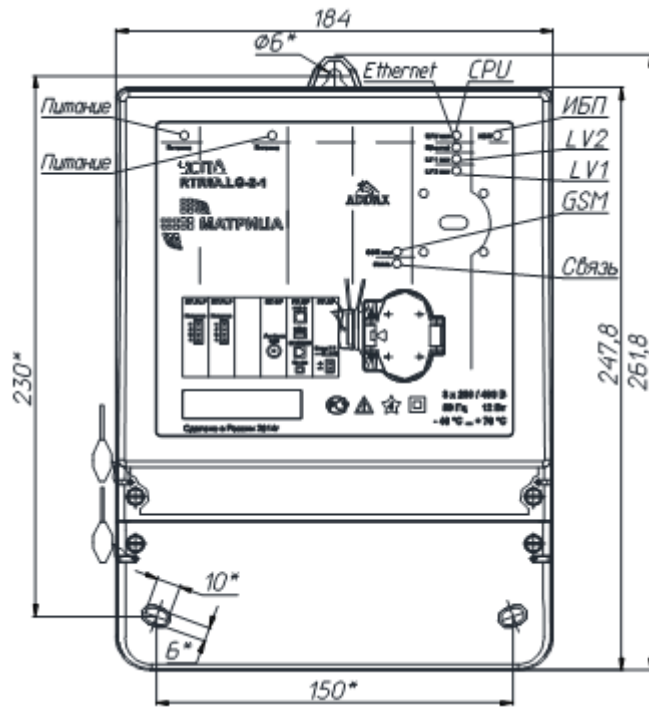

Рисунок 7.1 - Светодиоды индикации
УСПД оснащен светодиодами индикации функционирования (см. рис. 7.1). Индикация событий приведена в Таблице 7.
- открыть крышку отсека SIM карты (см. рис.7.1);